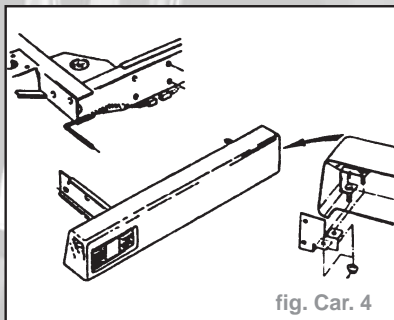

fig. Car. 4
- le pare-chocs du support central du montant de pare-chocs - 2 vis (fig. Car. 4).